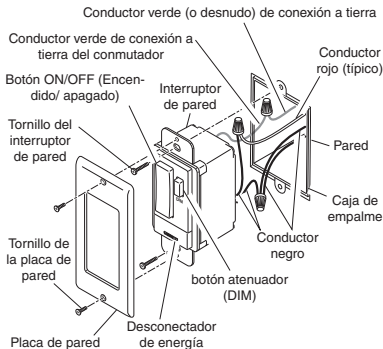

Figura 3 - Instalación del interruptor tridireccional de pared (se muestra el transmisor)
- Conecte el conductor verde de conexión a tierra del transmisor al conductor de conexión a tierra que se retiró del interruptor viejo. Use uno de los conectores de alambre provistos para asegurar los conductores (vea la Figura 3).
- Coloque en la caja de empalme el transmisor de pared con interruptor con el botón REDUCTOR a la derecha. Use los dos tornillos provistos (largos) del interruptor de pared para montar el transmisor a la caja de empalme (vea la Figura 3). Empuje los conductores excedentes hacia la caja de empalme. Mientras hace esto y, si es necesario, doble los conductores para que encajen.